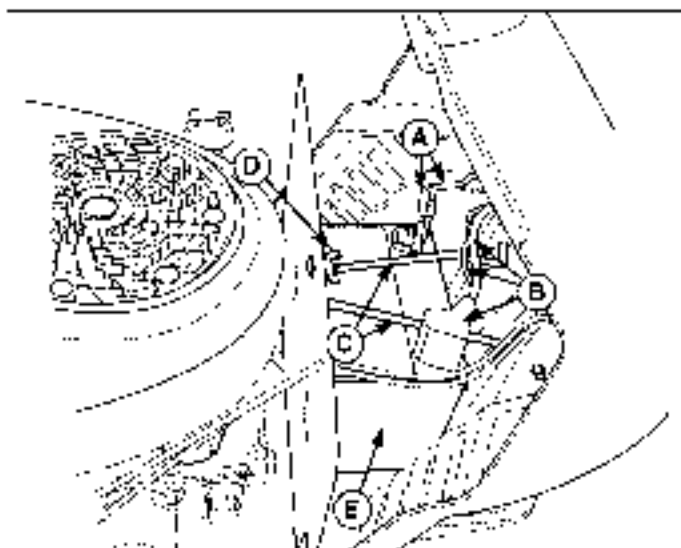

Figura 9. Mantenimiento de la batería
1. Desconecte los cables de la batería, los negativos primero (A Figura 9) y, luego, los de la tapa y los positivos (B).